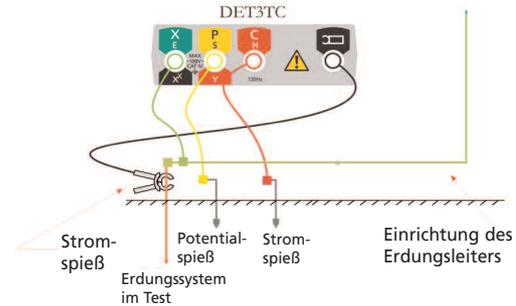

Abbildung 10: Anschlüsse für das Messen des dreipoligen Erdungsstabwiderstands
Wenn die Sicherung durchbrennt, wird das Symbol angezeigt, und der Testvorgang kann nicht mehr durchgeführt werden, wie in Abbildung 10 gezeigt.
1. Wenn der Wahlschalter auf die Position „OFF“ eingestellt ist, schließen Sie das Instrument wie in Abbildung 10 gezeigt an, und schließen Sie die I-Zange (ICLAMP) um den zu testenden Erdleiter.